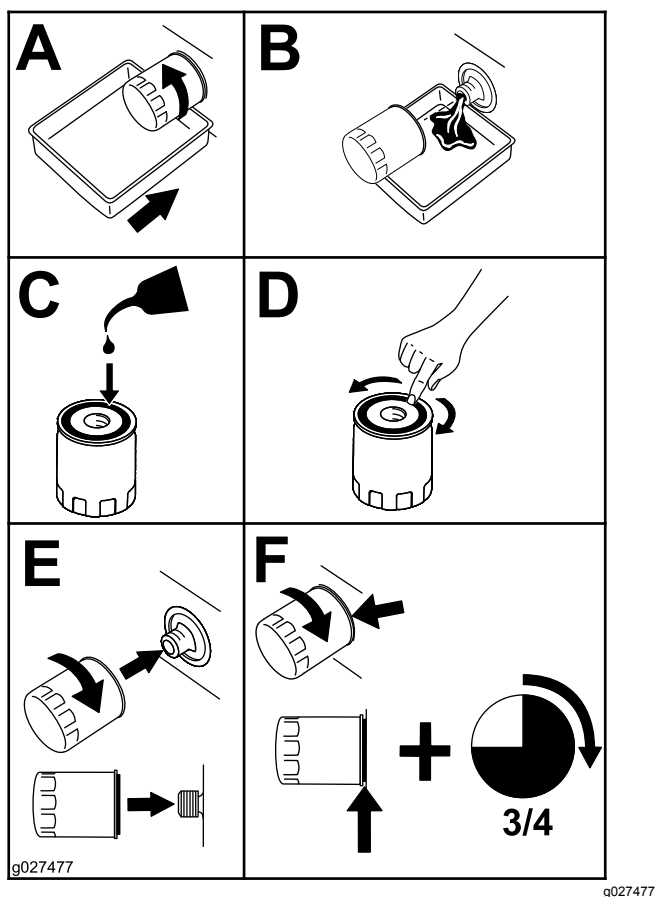

Figura 51
6. Coloque un recipiente debajo del filtro para recoger el aceite que sale del filtro al retirarse el filtro y los tapones de ventilación (Figura 51).
1. Aplique una capa fina de aceite a la superficie de la junta de goma de cada filtro (Figura 51).
2. Gire el filtro en el sentido de las agujas del reloj hasta que la junta de goma entre en contacto con el adaptador del filtro, luego apriete el filtro entre tres cuartos de vuelta y una vuelta completa más (Figura 51).